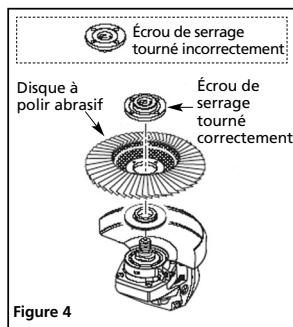

Figure 4
- Pour installer le disque à polir abrasif : Enfiler l'écrou de serrage sur la broche avec le côté plat de l'écrou vers le bas. Resserrer avec les doigts (voir la figure 4).